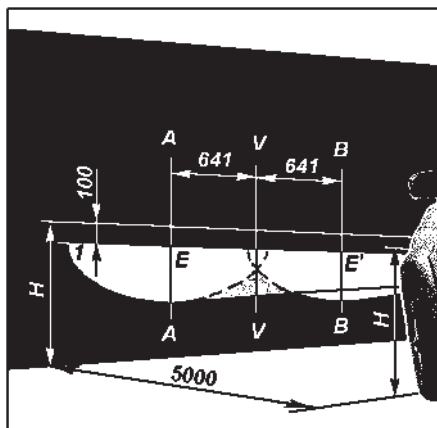

Рис. 9.37. Разметка экрана для регулировки противотуманных фар:
**Противотуманные фары.** Регулировка противотуманных фар осуществляется винтом 1 ( рис. 9.36) при помощи ключа S=5 или Torx T20. Установите фару в положение, при котором светотеневая граница совпадает с линией 1 (рис. 9.37).